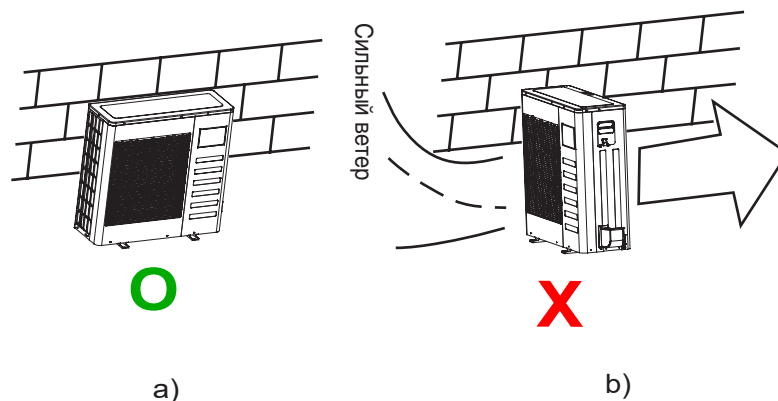

Рис. 2.22
- Не устанавливайте наружный блок таким образом, что роза ветров направлена непосредственно с фронта или сзади (рис.2.22 b)